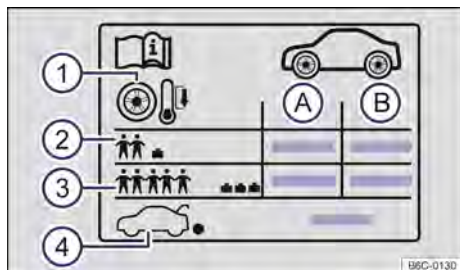

Fig. 157 Etiqueta con las presiones de los neumáticos
Indicaciones en la etiqueta de presión de los neumáticos → fig. 157:
- Adecuar la presión de los neumáticos según la carga del vehículo → fig. 157 ③.